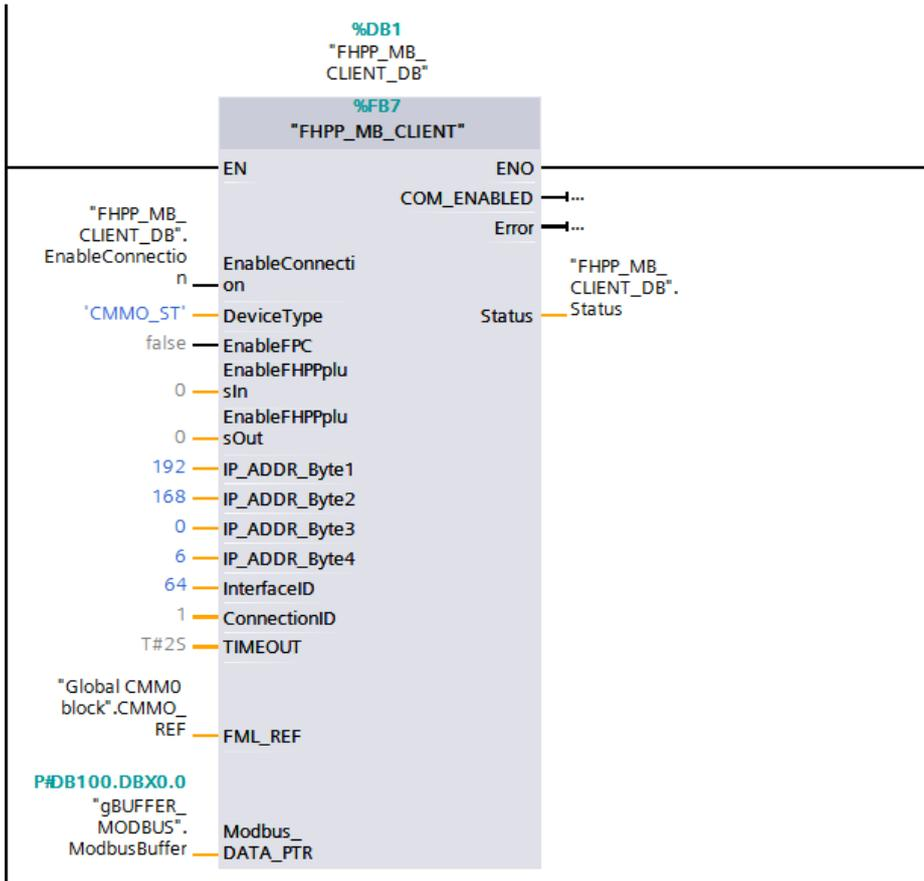

图 5.5 Modbus TCP 功能块
3) 如图 5.5, 在 OB1 中添加“FHP_MB_CLIENT”功能块和“FHP_CTRL”功能块。